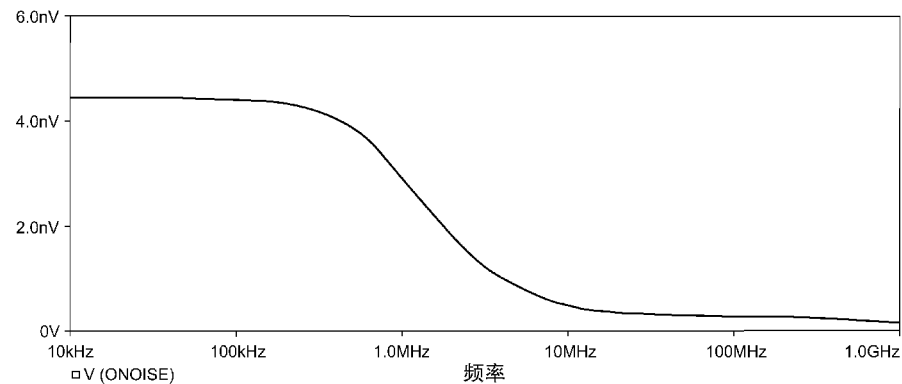

图 14.10 电路的输出噪声波形
12. 删除输入噪声曲线 $I(\text{NOISE})$ ，然后如图 14.10 所示，添加输出噪声曲线 $V(\text{ONOISE})$ ，单位为 $\text{V}/\sqrt{\text{Hz}}$ 。